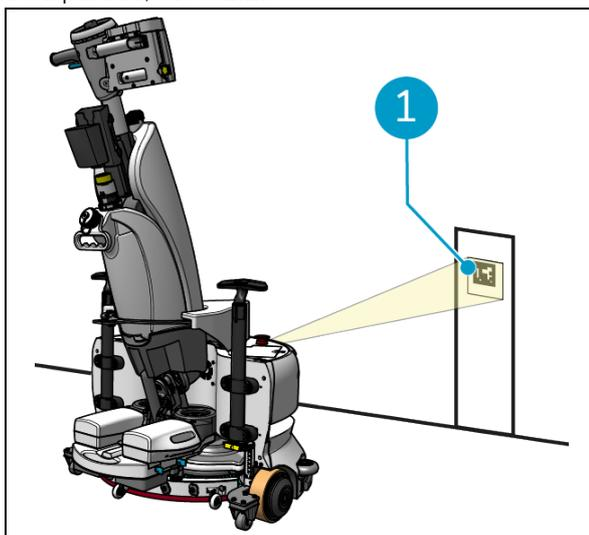

Figura 25
1. Posicionar o i-walk cerca de 30 cm à frente do código QR (Figura 25, pos. 1). O botão Auto Fill e o botão Teach Repeat piscam a azul quando o código QR é reconhecido.